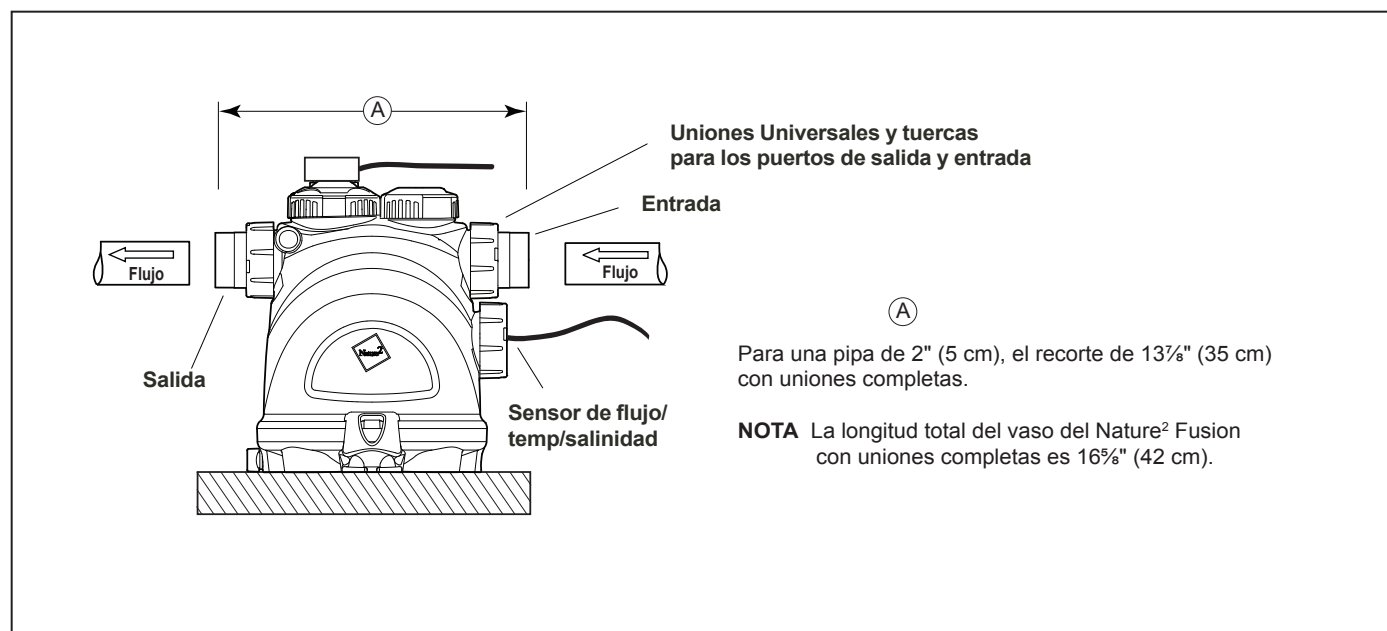

Figura 3. Recorte de tubería
4. Recorte un 13 7/8" (35 cm) de la sección 2" (5 cm) de la cañería para insertar el vaso (véase la Figura 3).
4. Recorte un 13 7/8" (35 cm) de la sección 2" (5 cm) la cañería para insertar el vaso (véase la Figura 3).